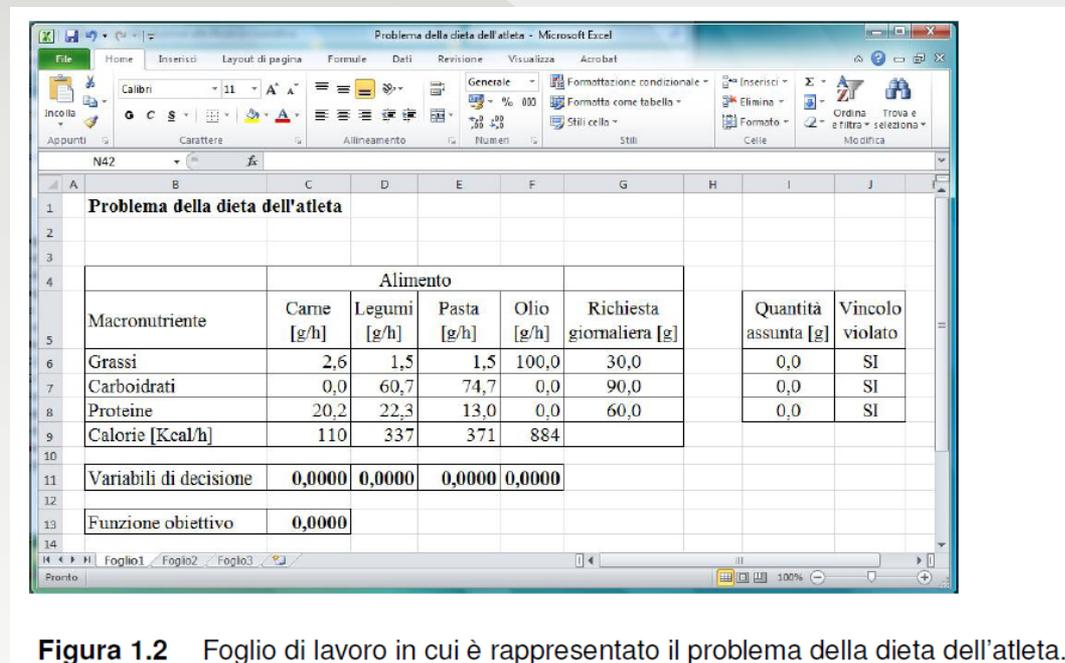

Figura 1.2 Foglio di lavoro in cui è rappresentato il problema della dieta dell'atleta.
I dati del problema, le variabili di decisione, i vincoli e la funzione obiettivo sono riportati in un foglio di lavoro (vedi Figura 1.2).
- Il valore che appare nel foglio di lavoro in Figura 1.2 dipende, ovviamente, dalla scelta dei valori iniziali attribuiti alle variabili di decisione.